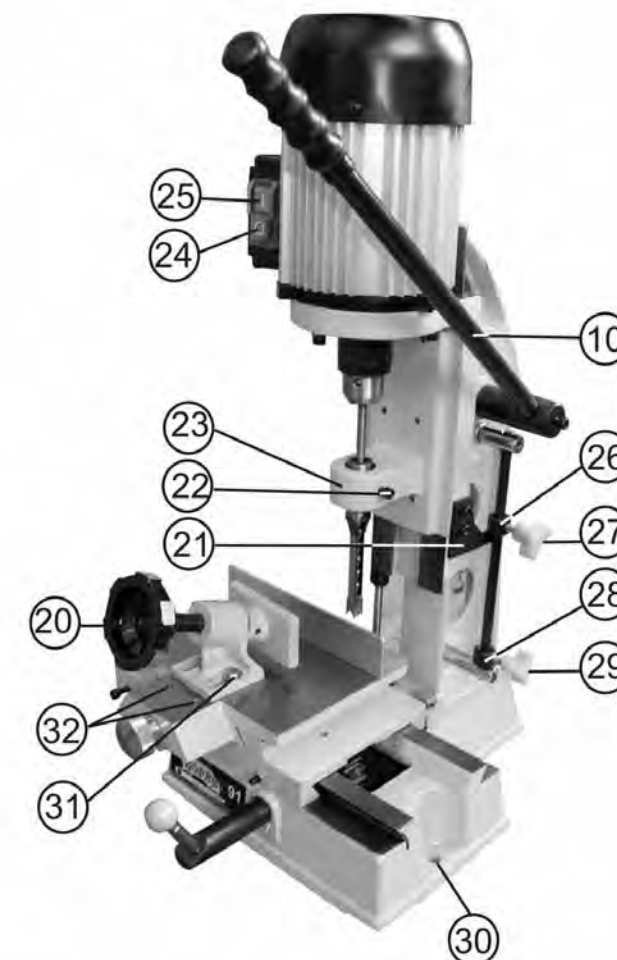

Рис.3
### 8.1. Монтаж и установка машины (Рис.3)
8.2.1. Как показано на Рис.3, установите и болтом (Г), Рис. 1, закрепите рычаг (10).
#### 9.2. Регулировка прижимного устройства (Рис.3,5)